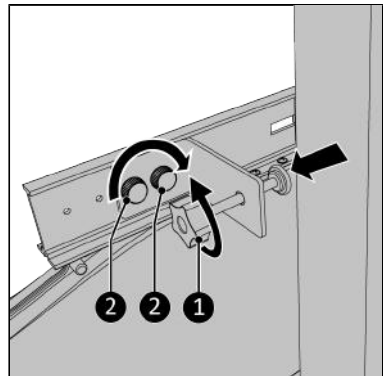

Abbildung 134.
- Schrauben Sie die Klemmschraube vollständig zurück (Abbildung 134, Pos. 1).
- Schrauben Sie die Klemmhalterung mit den beiden Knopfschrauben (Abbildung 134, Pos. 2) an der Hauptschiene fest.